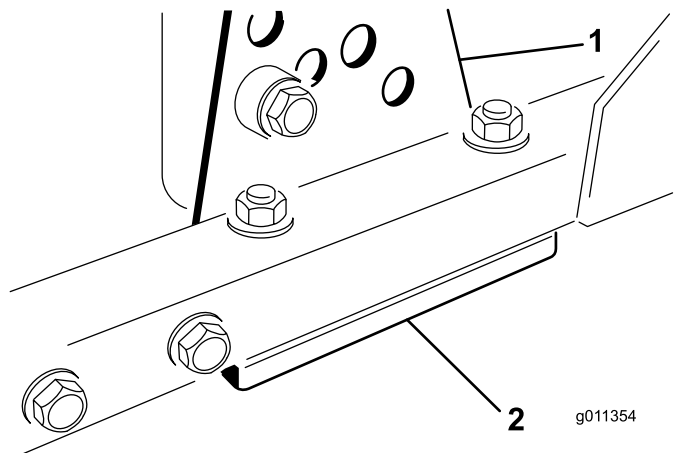

图 84
1. 从滚刀组架上拆除剪草高度支架前、左或右图 84。
2. 在滚刀组架与剪草高度支架之间插入 1.5mm 薄垫片和/或 0.7mm 薄垫片以达到所需的高度设置图 84。